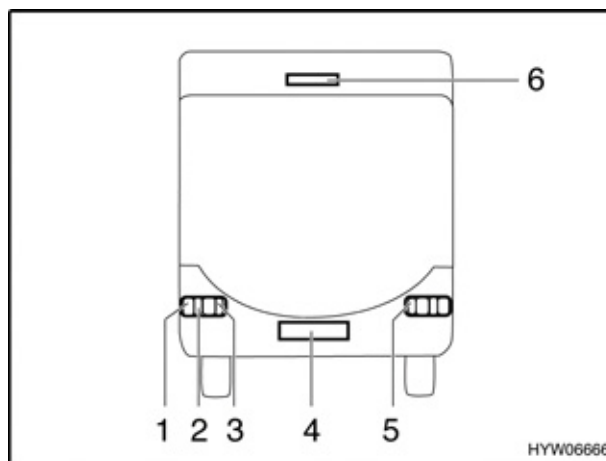

Bild 145 Beleuchtung Heck
- Gehäuseschrauben (Bild 145,1 bis 5) lösen.
Die dritte Bremsleuchte (Bild 145,6) nur komplett austauschen.